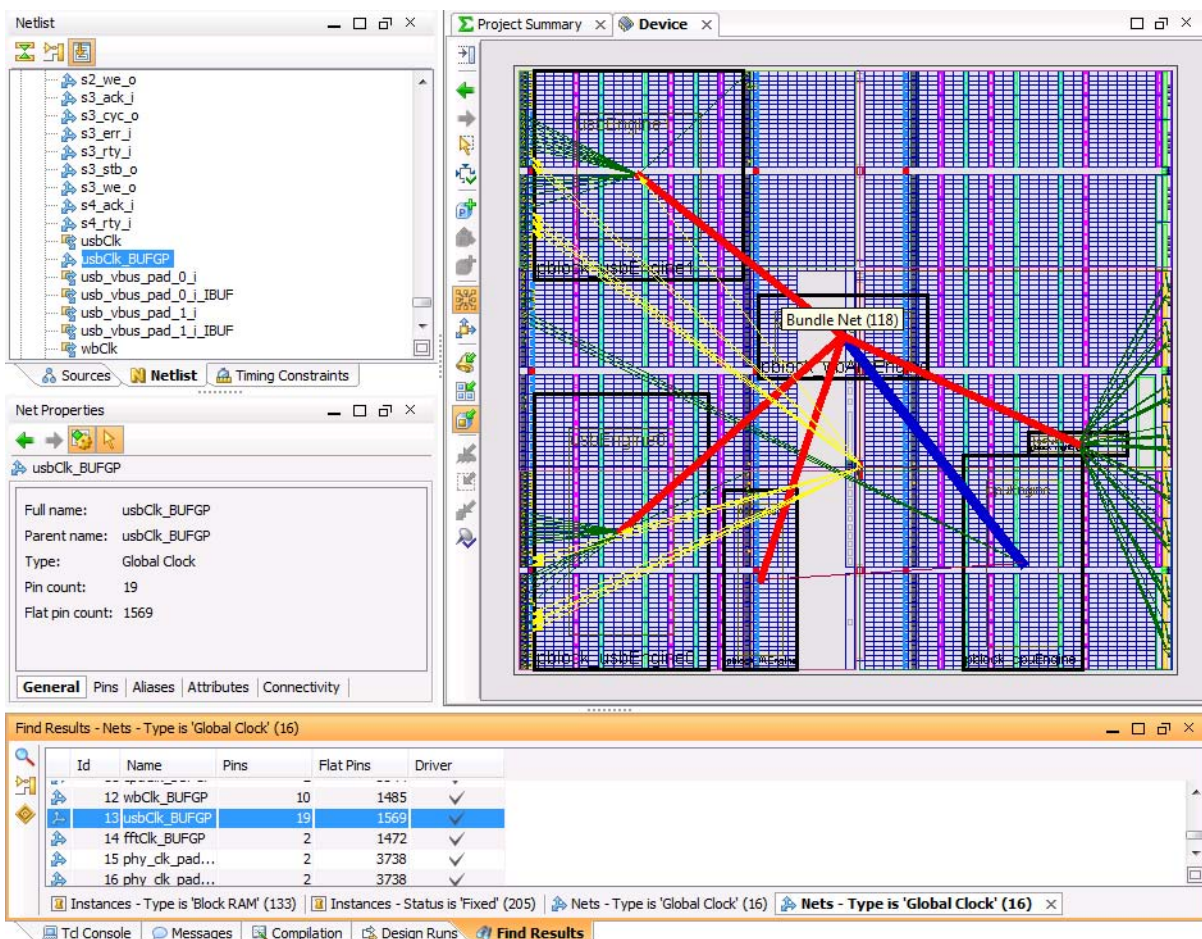

図 48: クロック ネットのディスティネーションの表示
- 2 つの usbEngine Pblock で I/O に接続されたネットがハイライトされます (図 48)。